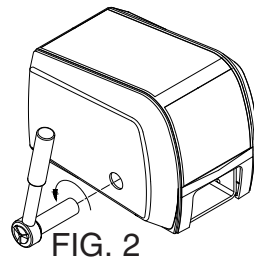

FIG. 2
- Insert the 5/8" socket and ratchet handle so that it completely engages with the drive shaft. Turn the drive shaft in the counterclockwise direction only. (See Fig. 2)
2. Introduire la douille de 5/8" et la manivelle du cliquet de façon à ce qu'elles s'engagent complètement dans l'axe d'entraînement. Tourner l'axe d'entraînement uniquement dans le sens antihoraire. (Voir Fig. 2)